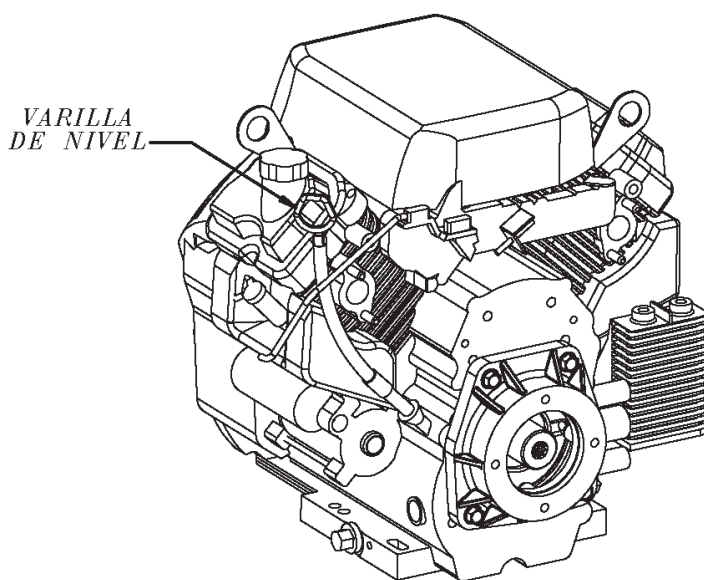

Figura 7. Varilla del nivel de aceite del motor (retiro)
2. Remueva la varilla del nivel de su lugar (figura 7) y límpiela.